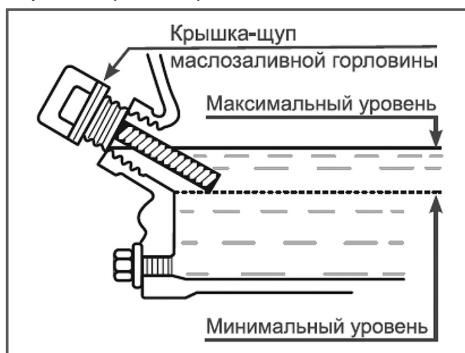

Рис. 11 Проверка уровня масла в картере
*Максимальный уровень масла в картере соответствует нижней кромке заливного отверстия (Рис. 11).*
4. Аккуратно извлеките щуп и осмотрите его. Уровень масла должен соответствовать верхней отметке на щупе. При недостаточном уровне масла в картере необходимо долить чистое масло до верхней отметки на щупе, что соответствует нижней кромке зливного отверстия (Рис. 11).